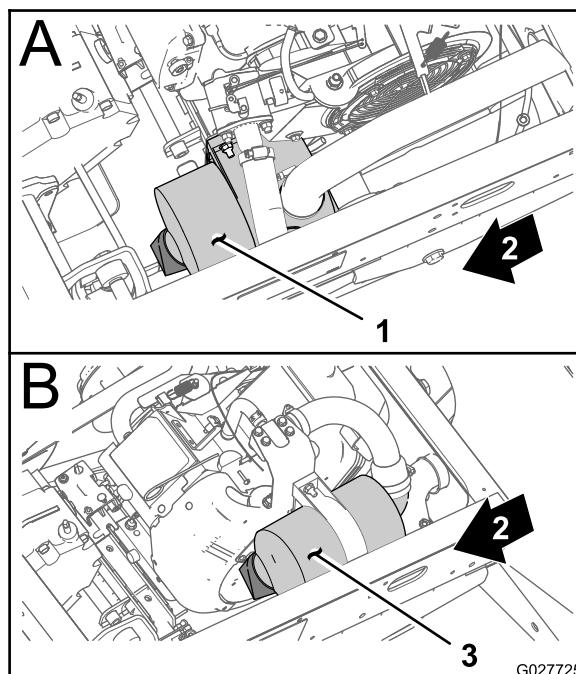
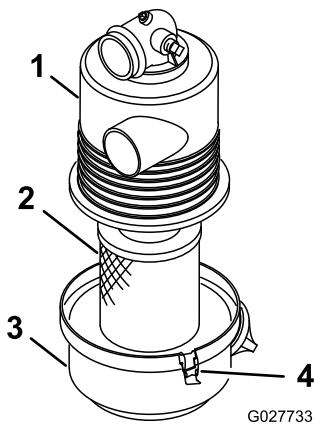

Figura 35
Figura 36
2. Verifique se existe algum dano no corpo do filtro de ar que possa provocar uma fuga de ar. Certifique-se de que a cobertura do filtro de ar se encontra corretamente colocada no respetivo corpo (Figura 35 e Figura 36).
3. Liberte os trincos que fixam a cobertura do filtro de ar à respetiva caixa (Figura 36).
4. Separe cobertura do filtro de ar da caixa e limpe o interior da cobertura (Figura 36).
3. Insira o elemento do filtro de ar na caixa do filtro (Figura 36).
4. Alinhe a cobertura do filtro de ar com a caixa (Figura 36).
5. Prenda a cobertura à caixa com as patilhas (Figura 36).